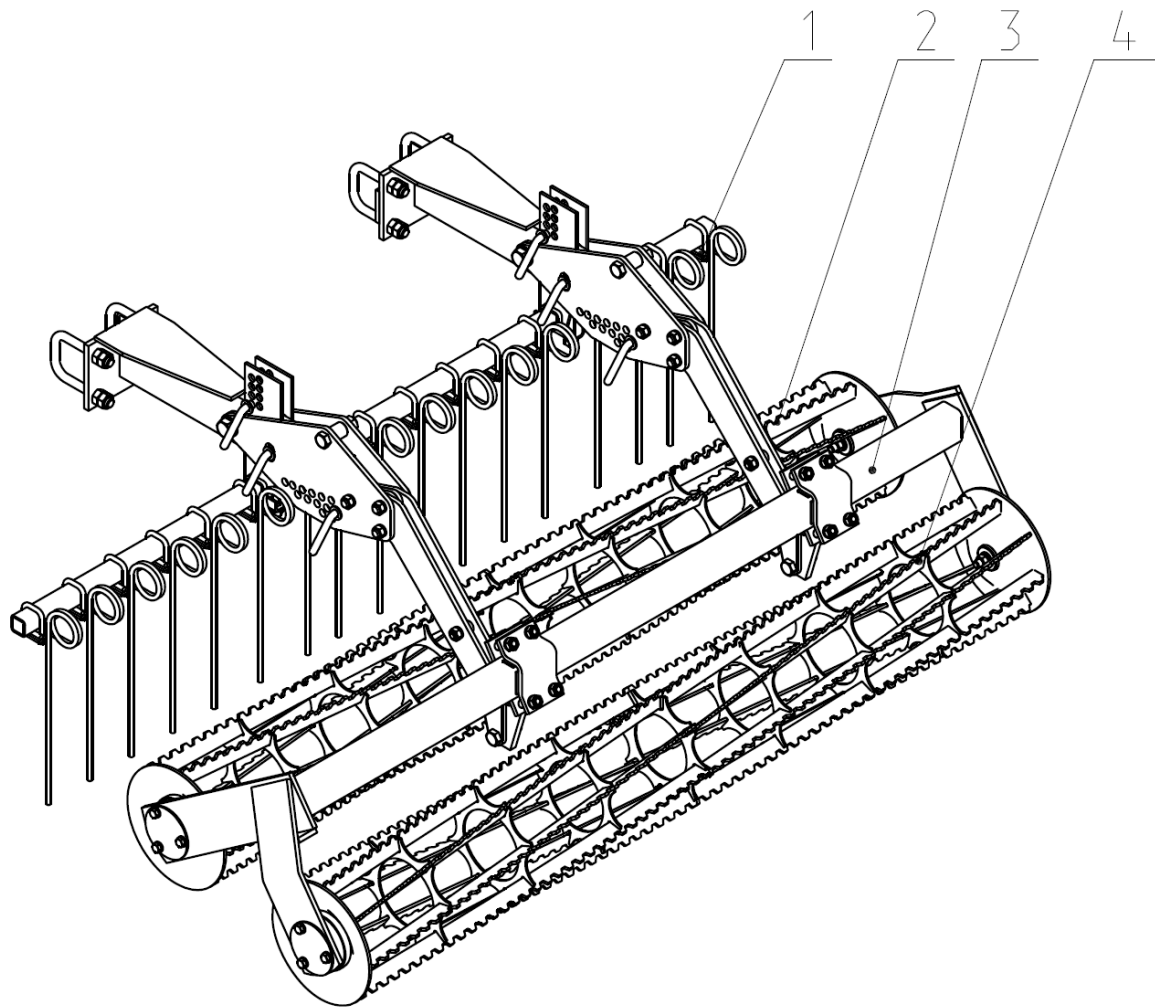

Рис.18 Комплект катков прикатывающих 2-х рядных и гребенка однорядная.
2.21. Комплект катков 2-х рядных прикатывающих КСП можно использовать с гребенкой вычесывающей однорядной КСП 04.030 (Рис.18).